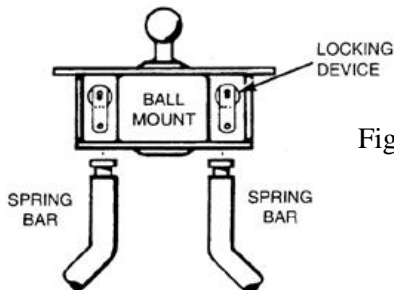

Fig. 4
4. Pour enlever les barres stabilisatrices, tirer simplement sur le dispositif de verrouillage ou faire pivoter la barre par en dessous du pare-chocs et elles se dégageront en tombant. (Voir la Fig. 4)